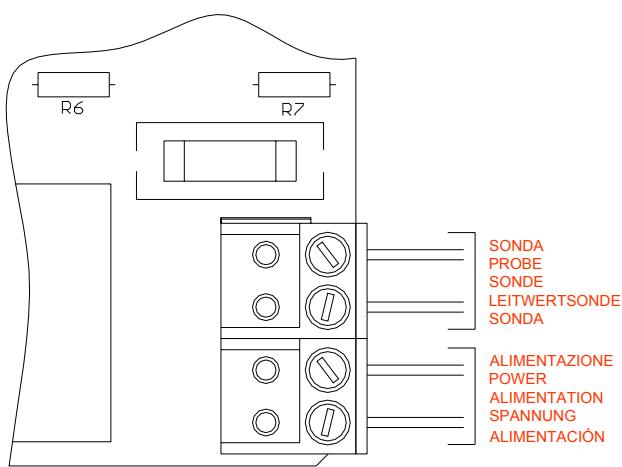

fig. 3
- connettere nuovamente il morsetto volante al circuito e montare la parte anteriore della pompa, mediante le viti di fissaggio; per il cablaggio dei cavi si veda la fig. 3.